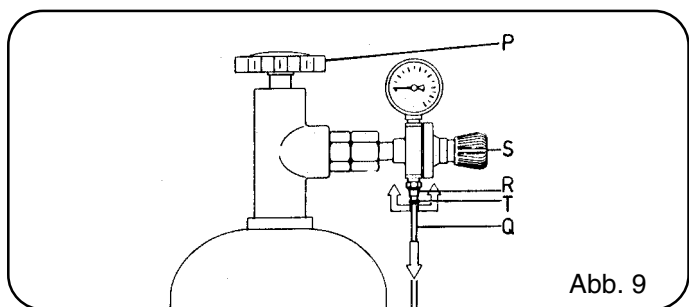

Abb. 9
9.2 NACHFÜLLBARE FLASCHEN (siehe Abb. 9)